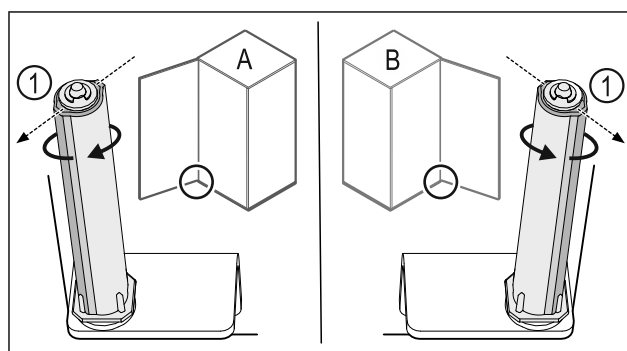

Fig. 50 Atidarymas į kairę (A) / atidarymas į dešinę (B)
- Sukite uždarymo sistemą, įveikdami pasipriešinimą, kol uždarymo sistemos pertvara Fig. 50 (1) bus nukreipta į išorę.